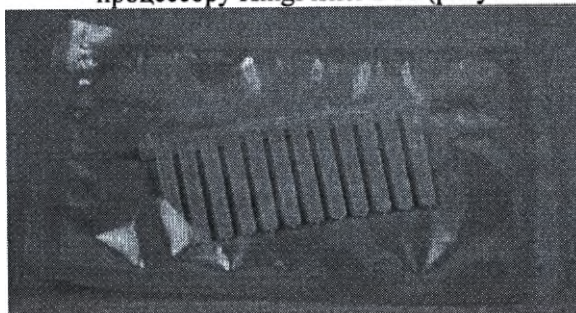

Рисунок 4-23. Гребенка с 12 наконечниками к процессору KingFisher Duo в индивидуальной упаковке
1. Выньте из упаковки гребенку с 12 наконечниками к процессору KingFisher Duo (рисунок 4-23).